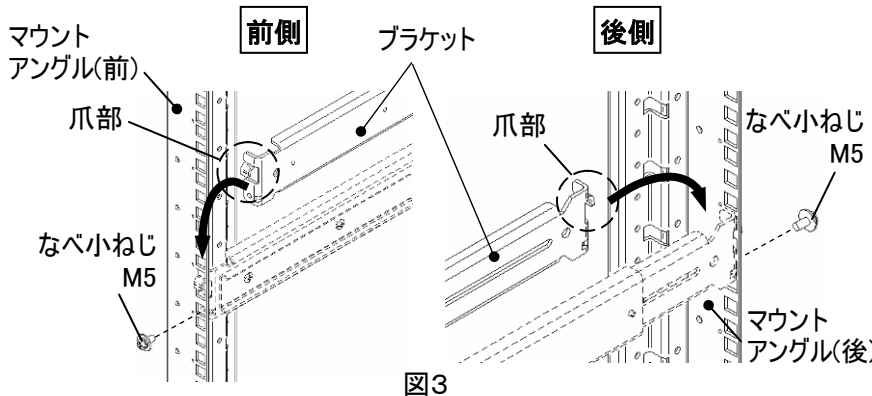

図3
② ブラケット
- ・ブラケットの長さを調整して、ブラケットの爪部をマウントアングル(前後)の角穴に引掛けてください。使用する角穴の位置は、取付位置(1Uの高さ)の上側の角穴となります。(図3・4)
- ・マウントアングルの角穴を使用して、付属のなべ小ねじ M5 でブラケットを固定してください。使用する角穴の位置は、取付位置(1Uの高さ)の下側の角穴となります。(図3・4)